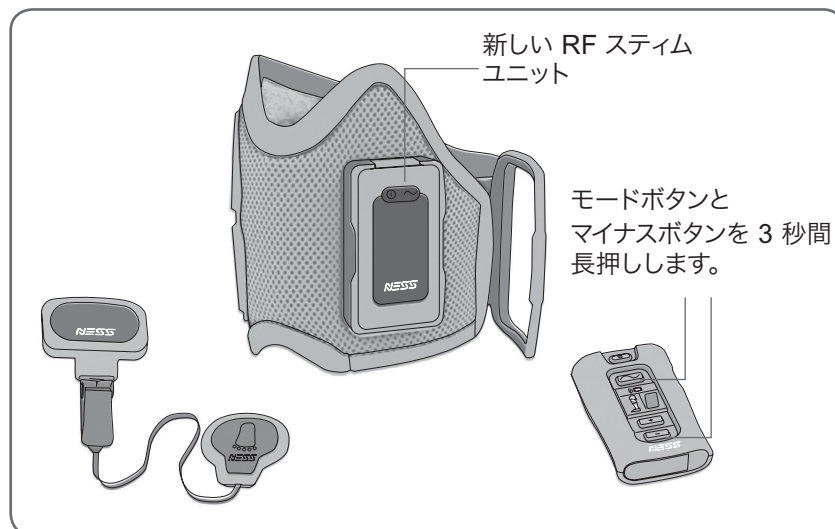

図 34: 新しい RF スティムユニットを登録するところ
2. コントロールユニットの  モードボタンと  マイナスボタンを同時に 3 秒間長押しします。登録が始まるとコントロール ユニットがビープ音を発します (図 34 を参照)。